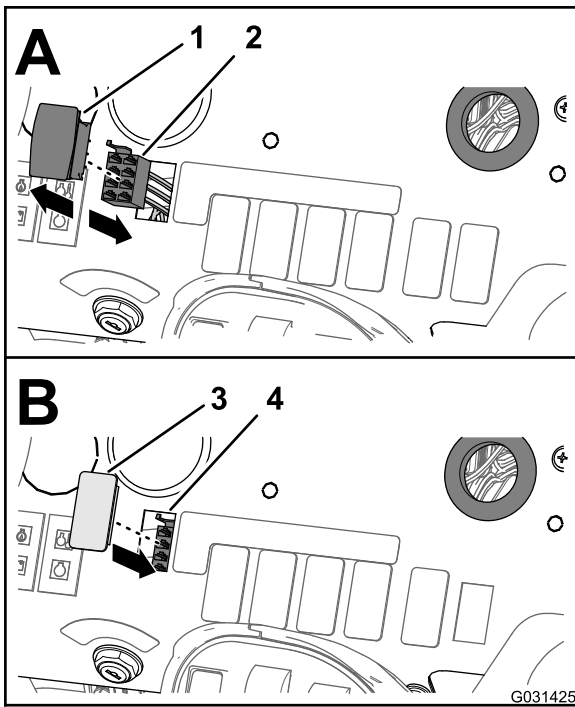

图 30
1. 从机器仪表板的下方同时挤压喷洒率控制开关的锁定凸耳然后将喷洒率控制开关向上推出仪表板图 30。
2. 断开机器前线束的 8 插槽接头标记为**喷洒率开关**与开关 8 针接头的连接图 30。
4. 将开关塞对准从中取出喷洒率开关的仪表板开口图 30。
5. 将开关塞插入仪表板直至其牢固卡入仪表板图 30。